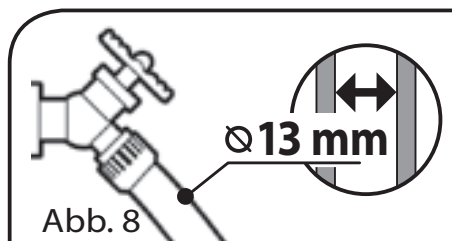

Abb. 8
4. Der Kaltwasserschlauch anschließen und den Hahn vollständig öffnen (Abb. 8).